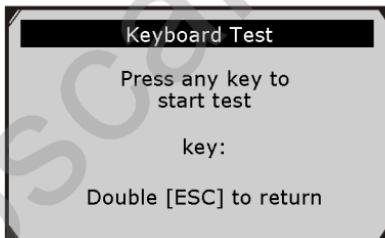

Рис. 3.10
- 2) Нажать любую кнопку, чтобы запустить тест. После нажатия кнопки ее название отображается на экране. Если название кнопки не отображается, она не работает (рис. 3.10).